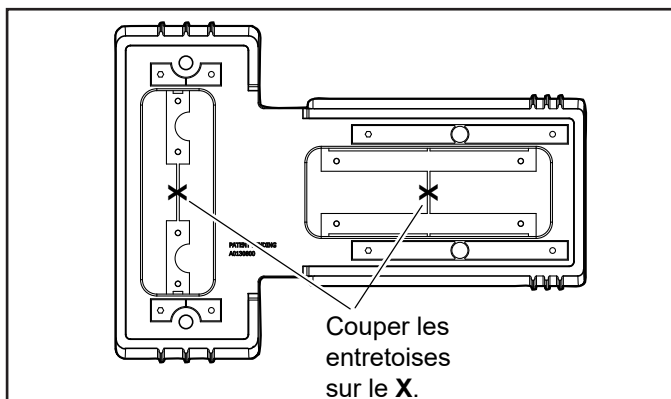

Figure 6. Découper les jeux d'entretoise de la base
1. À l'aide d'une fraise, couper les barres en plastique reliant les jeux d'entretoises du haut et du bas comme illustré sur la figure 6.